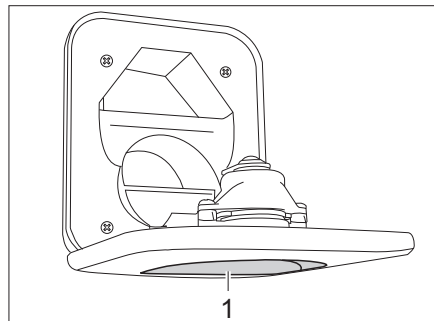

Bild 143 Frischwasser-Einfüllstutzen für Toilette
- Frischwasser-Einfüllstutzen für Toilette (Bild 143,1) oberhalb der Klappe für die Thetford-Kassette öffnen und nach unten schwenken.